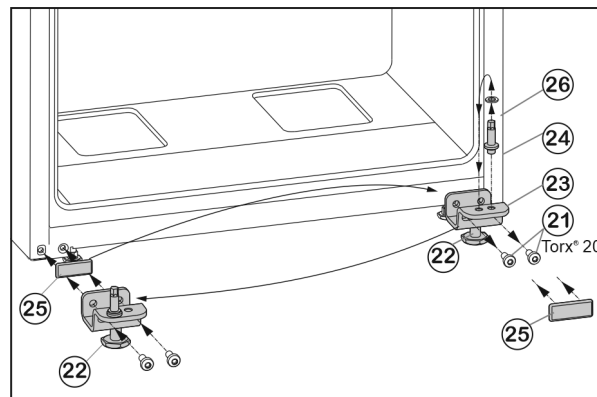

Fig. 7
- ▶ Odvijte pritrdilna vijaka Fig. 7 (21).
- ▶ Odstranite ležajni podstavek spodaj Fig. 7 (23) skupaj z osovino ležaja Fig. 7 (24), podložko Fig. 7 (26) in nastavljivo nogo Fig. 7 (22).
- ▶ Odvijte osovino ležaja Fig. 7 (24) skupaj s podložko Fig. 7 (26) in jo prestavite v nasprotno odprtino ležajnega podstavka ter močno privijte.
- ▶ Previdno snemite pokrovček Fig. 7 (25) in ga prestavite na nasprotno stran.
- ▶ Ležajni podstavek spodaj Fig. 7 (23), skupaj z osovino ležaja Fig. 7 (24), podložko Fig. 7 (26) in nastavljivo nogo Fig. 7 (22), ponovno **dobro (s 4 Nm)** privijte na novo stran tečajev vrat, po potrebi z akumulatorskim izvijačem.
- ▶ Vrata od zgoraj nasadite na ležajni sornik Fig. 7 (24).
- ▶ Nastavljivo nogo *Fig. 7 (22)* na ležajnem podstavku spodaj *Fig. 7 (23)* odvijte, dokler ne stoji trdno na tleh.